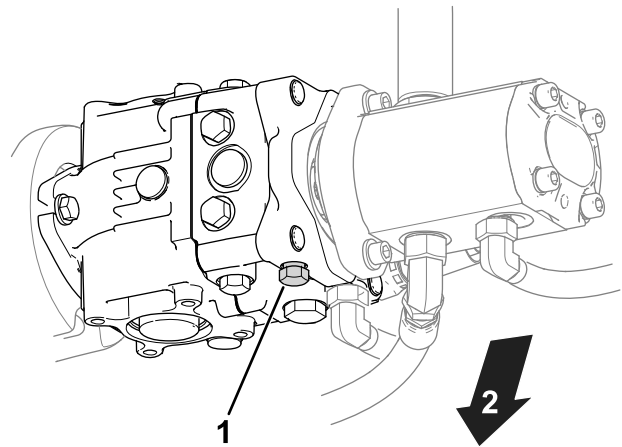

Bild 24
1. Ermitteln Sie das Sicherheitsventil an der Pumpe (**Bild 24**).